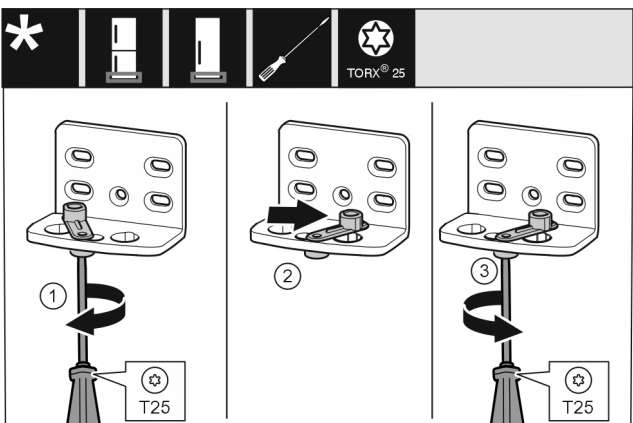

Fig. 14
- ▶ Отпустите винт Fig. 14 (1) отверткой.
- ▶ Приподнимите фиксатор двери Fig. 14 (2) и, повернув на 90° вправо, вставьте в отверстие.
- ▶ Затяните винт Fig. 14 (3) отверткой.